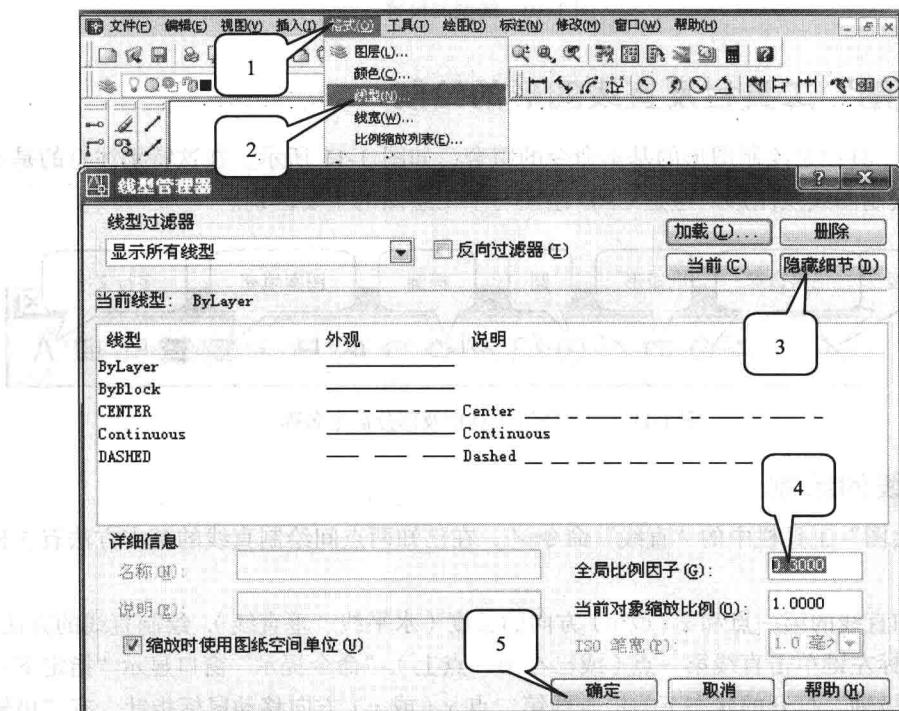

图 1-9 线型的设置
(1) 图线的线型设置。绘制图形的大小不同，需要的线型“全局比例因子”(虚线短画长度)不同，通过设置线型比例，使图线达到制图标准。设置线型的步骤如图 1-9 所示。
① 调出“图线管理器”。选择“菜单栏”中的“格式” / “线型”，弹出“图线管理器”窗口。
② 设置线型系数。在“线型管理器”中，选择“线型过滤器”中的“显示所有线型”；单击“隐藏细节”按钮，调整“全局比例因子”为0.3~0.4（根据机械图的尺寸），单击“确定”按钮完成线型的设置。